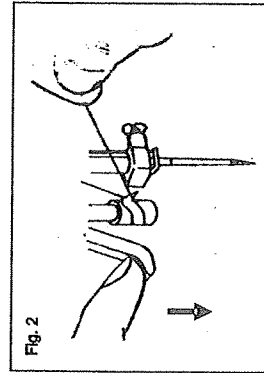

Fig. 2
2. Press needle threader lever down to the bottom so the threader goes through the eye of the needle. (Fig. 2)
2. Presione la palanca enhebradora hasta su punto más bajo, para permitir que el enhebrador pase a través del ojo de la aguja. (Fig. 2)